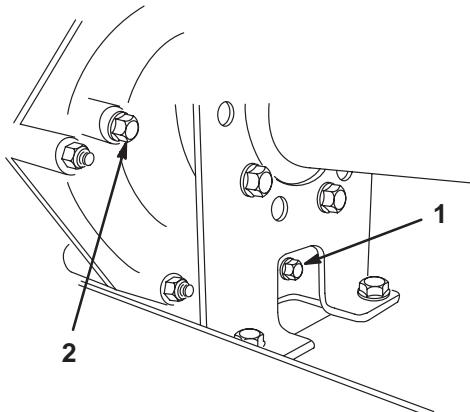
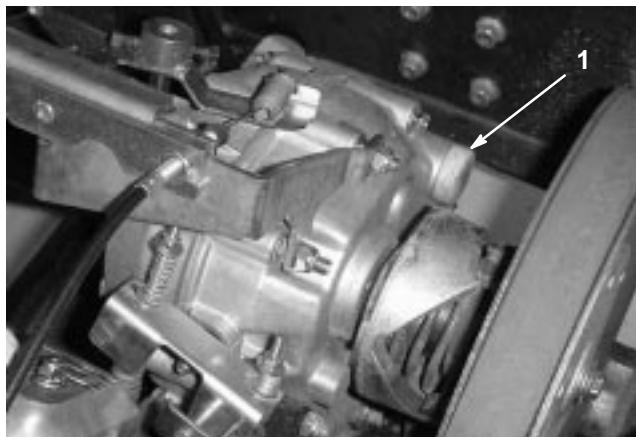

Figure 34
Figure 35
2. Enlevez le bouchon de vidange sur le côté droit du réservoir (Fig. 34) et laissez l'huile s'écouler dans un bac de vidange. Revissez le bouchon de vidange en place lorsque toute l'huile s'est écoulée.
3. Versez environ 1,4 l d'huile moteur SAE 10W30 dans le réservoir (Fig. 35), ou faites l'appoint jusqu'à ce que le niveau d'huile atteigne le bas du trou indicateur de niveau (Fig. 34).